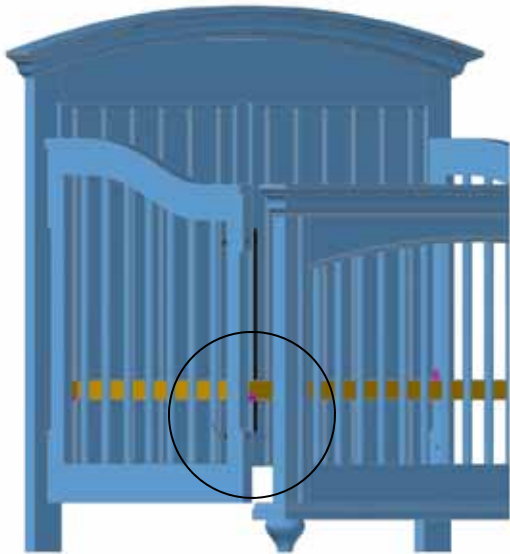

Figura 12.
- Afloje los (4) pernos que sostienen el pie de la cuna y retírelo. Consulte la Figura 12.